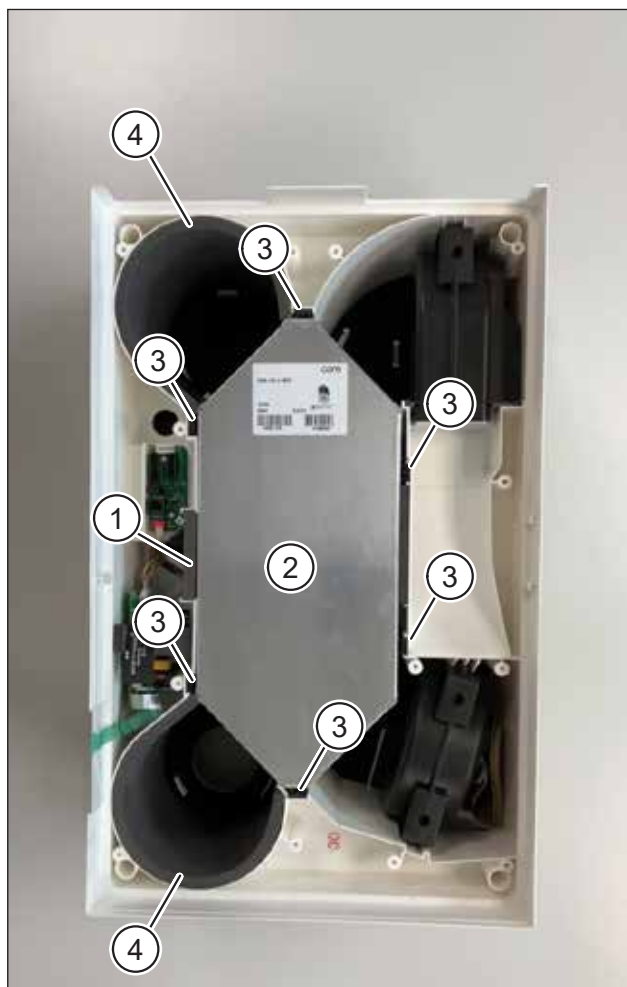

Abb. 4: Wärmeübertrager entfernen
- ▶ Entfernen Sie die Dichtung (Pos. 1 in Abb. 4) im Elektronikbereich.
- ▶ Heben Sie den Wärmeübertrager (Pos. 2 in Abb. 4) heraus.
- ▶ Entfernen Sie die 6 Dichtungsprofile (Pos. 3 in Abb. 4).
- ▶ Entfernen Sie die beiden Filterkanal-Dämmungen (Pos. 4 in Abb. 4) an der Abluft- und Zuluftseite.
| Wärmeübertrager | Alu/Kunststoff | Pos. 2 in Abb. 4 |
| Dichtungsprofile | Elastomere | Pos. 3 in Abb. 4 |
| Dichtung im Elektronikbereich | PE-Schaum | Pos. 1 in Abb. 4 |
| Filterkanal-Dämmungen Abluft/Zuluft | PU-/PE-Schaum | Pos. 4 in Abb. 4 |